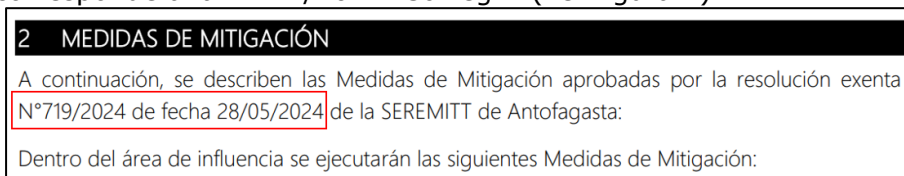

Figura 1
1.1. Se reitera. En capítulo 2 "Medidas de mitigación" se indican las medidas de mitigación las cuales se encuentran aprobadas por la resolución exenta N° 719/2024, sin embargo, esta resolución corresponde a la N° 42/2024. Corregir. (ver figura 1)